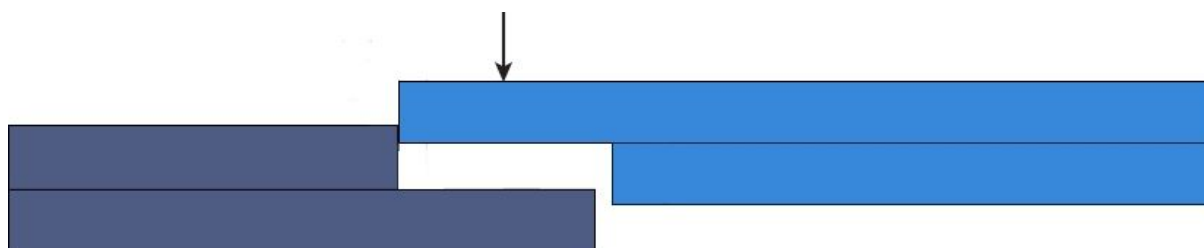

Рис.1.
2. Берем вторую планку и приклеиваем планки между собой таким образом, чтобы они соприкоснулись торцевыми поверхностями в горизонтальной плоскости. Планки не должны соприкасаться поверхностями, на которые нанесен клей. После того как планки соприкоснутся торцами, как бы на весу, можно прилагать усилие сверху вниз, склеивая их между собой (поперечный стык) (Фото 8 и Рис. 1). Последнюю в ряду планку, для того чтобы отрезать кусок нужного нам размера, надо развернуть на 180°, отмерить нужный размер (учитывая при этом тепловой зазор), отрезать и приклеить в конце первого ряда.